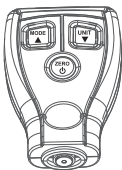

Рис. 3
**а:** Возьмите 6 калибровочных пластин из комплекта (Рис. 3) (0.05 мм, 0.1 мм, 0.25 мм, 0.5 мм, 1 мм и 2 мм). Вместе с тем подготовьте металлическую поверхность для которой будет производиться калибровка. Калибровку необходимо производить на чистой металлической поверхности без покрытия. Если поверхность без покрытия откусывает, Вы можете использовать обрезки такого-же металла: алюминий, цинк или сталь.